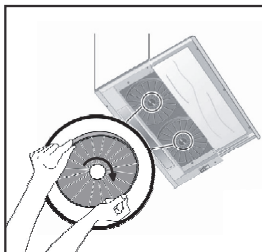

Fig. 6 : FILTRE À CHARBON AF 100
3. Placez le filtre à charbon dans son logement. Fig. 6
4. La rotation du filtre à charbon dans le sens des aiguilles d'une montre, assurez-vous qu'il s'adapte parfaitement. Fig. 6